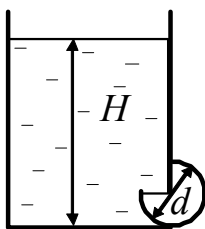

Рисунок 2.17
2.26. Определить направление и величину силы давления воды на криволинейную поверхность затвора, установленного в прямоугольном отверстии вертикальной стенки резервуара (рисунок 2.17). Даны: глубина резервуара  $H = 3$  м, диаметр и ширина затвора  $d = 0,6$  м и  $b = 6$  м.